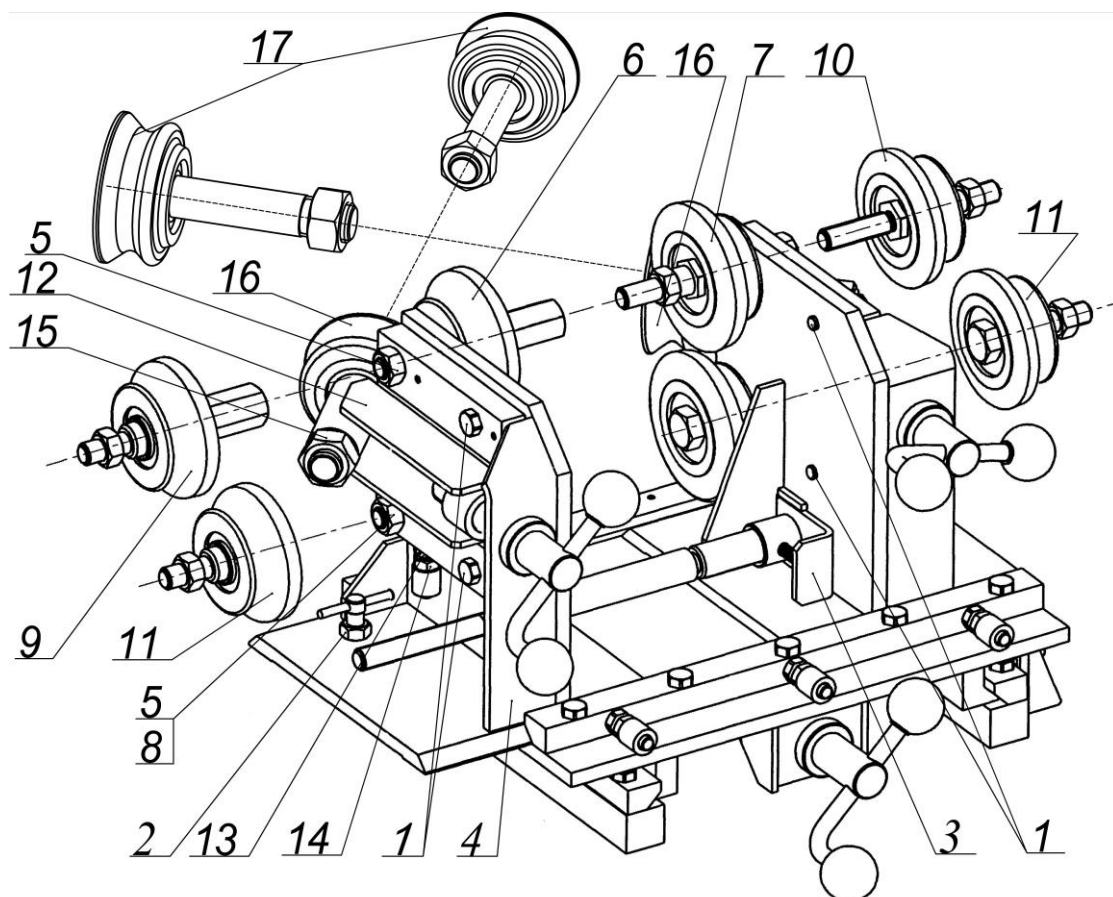

Рисунок 7 - Смена больших и малых правильных роликов
7.8. Настройку станда для правки колёс автомобилей «HYUNDAI SANTA-FE» производить в следующей последовательности (см. рисунок 7):